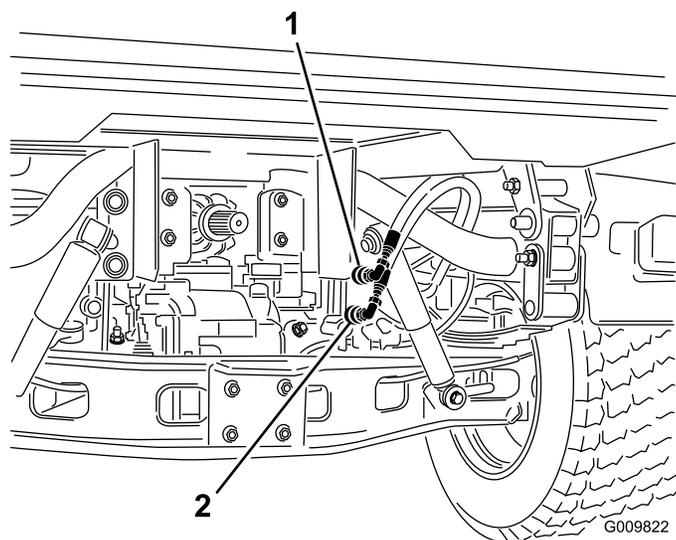

図 71
2. それぞれの車両で、クイックカップラホース 2 本を、カップラブラケットのホースから外す 図 71。